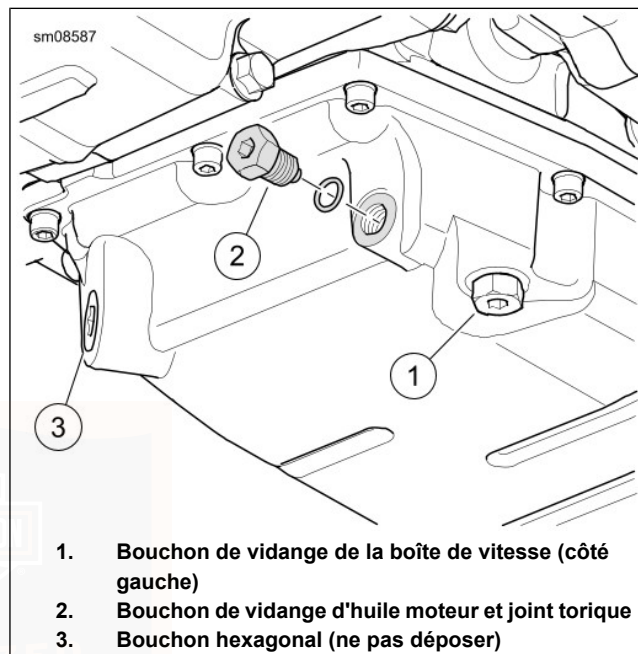

Figure 38. Carter d'huile
3. Voir Figure 38. Retirer le bouchon de vidange d'huile (2) et le joint torique. Laisser l'huile se vidanger complètement.